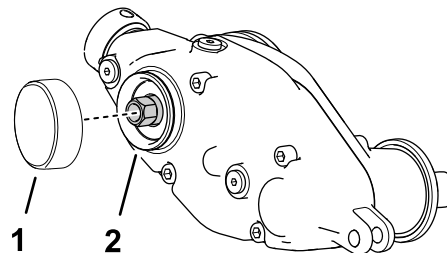

図 14
- 1. スナップリングの溝と外径部分に、中程度のシリンドラ保持コンパウンド Green Loctite® 609などを塗る 図 14。
- 2. 図 14のようにキャップを取り付ける。